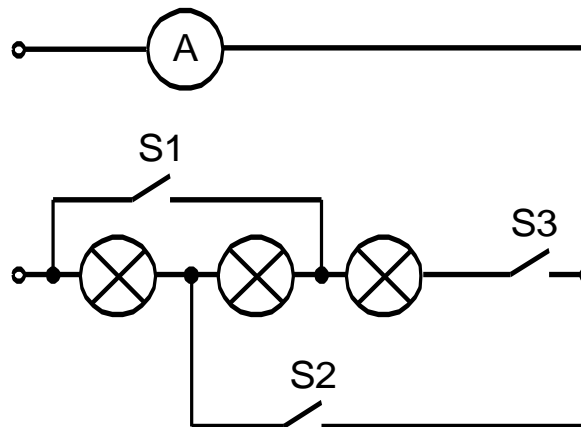

Рис.1
21. До електричного кола прикладена напруга 6,3 В. Кожна лампа споживає струм 0,26 А при напрузі 6,3 В. Які вимикачі  $S$  потрібно включити, щоб на повну потужність світила одна лампа? Яка при цьому буде сила струму в проводах, що підводять струм? (Рис.1).